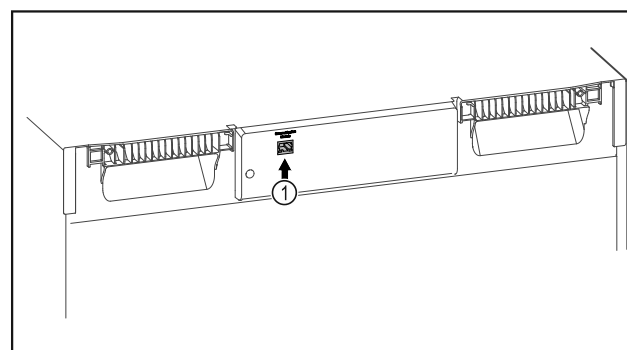

Fig. 150
- SmartModule Fig. 150 (1) è inserito.